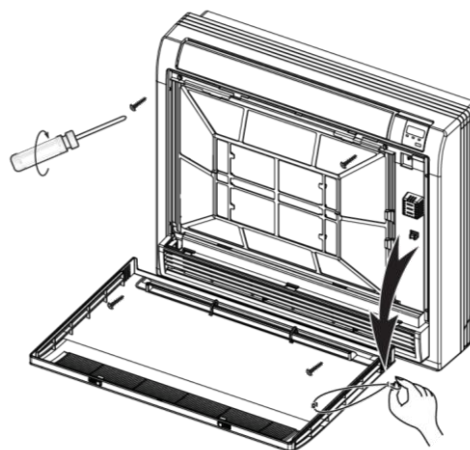

Fig. 50-7
- Retirar la cuerda. (Véase fig.50-7).
- Retirar los cuatro tornillos. (Véase fig.50-7).